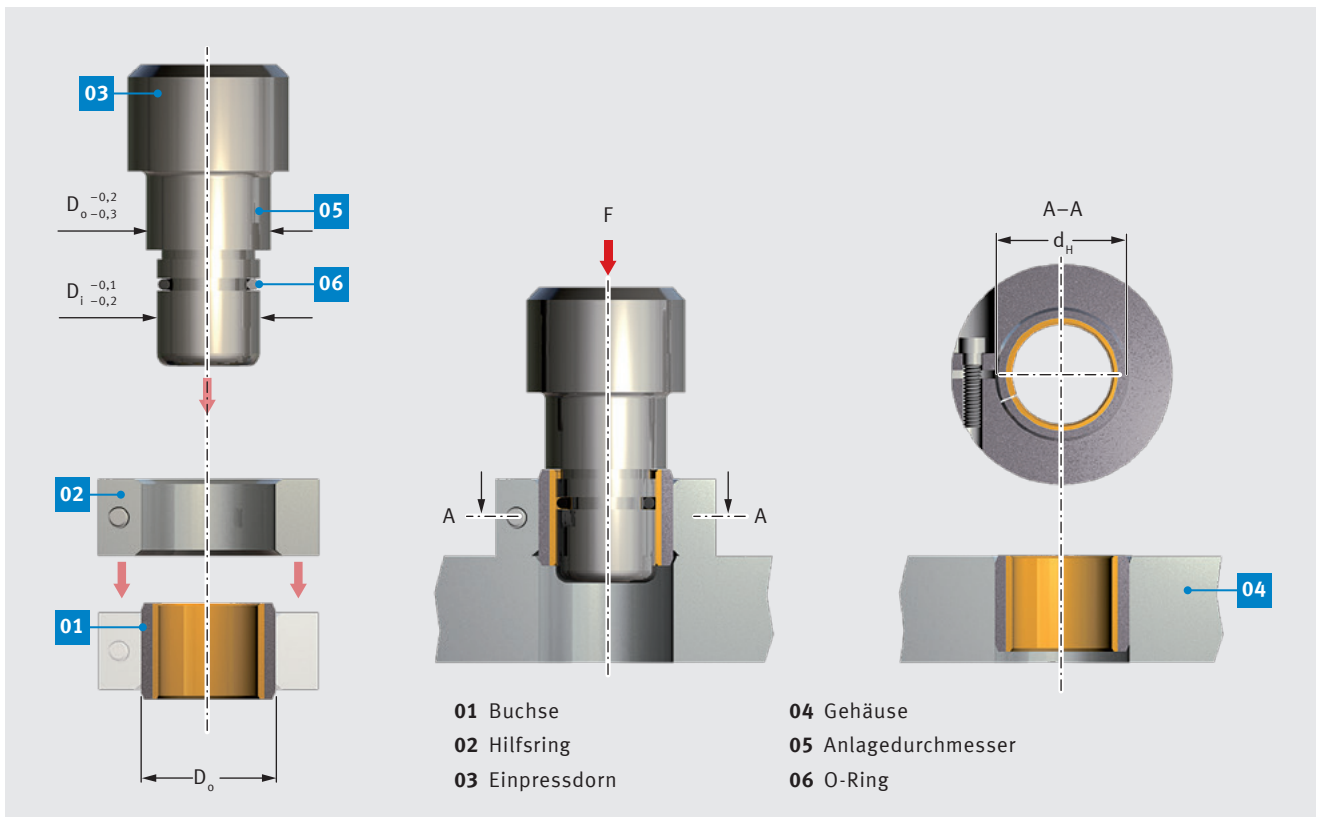

Abb. 53: Einpressen von Buchsen,  $D_o \geq 55$  mm, mit Hilfsring
- Einpressen mit Dorn und mit Hilfsring gemäß Abb. 53.
Abb. 53 zeigt das Kalibrieren mittels eines Dorns. Tab. 36 enthält Richtwerte für den Durchmesser des Kalibrierdorns  $d_k$ . Genaue Werte sind nur durch Versuche zu ermitteln.